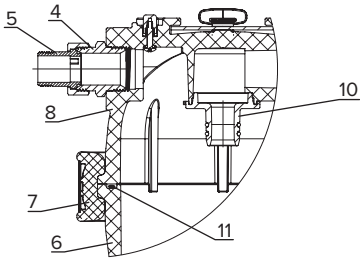

Рис. 2. Разрез по месту соединения коллектора и стакана
- Отсоедините быстроразъемные соединения (3), отвернув накидные гайки.
- Снимите водоочиститель с кронштейна (1), слейте из него излишки воды (около 3 литров); поставьте водоочиститель в подходящую емкость и, открутив гайку-барашек (9), снимите крепежный хомут (7) с корпуса.
- Снимите коллектор (8) и отсоедините фильтрующий модуль, стянув его с центрального штуцера (10) (рис. 2).
- При замене модуля промойте водой внутренние поверхности коллектора (8), стакана (6) и резиновое кольцо (11) (рис. 2).
- Соберите водоочиститель, соедините коллектор (8) и стакан (6) хомутом и затяните гайку-барашек (9) до упора.
- Установите собранный водоочиститель на кронштейн (1). Убедитесь, что направление потока воды соответствует направлению стрелки на коллекторе.